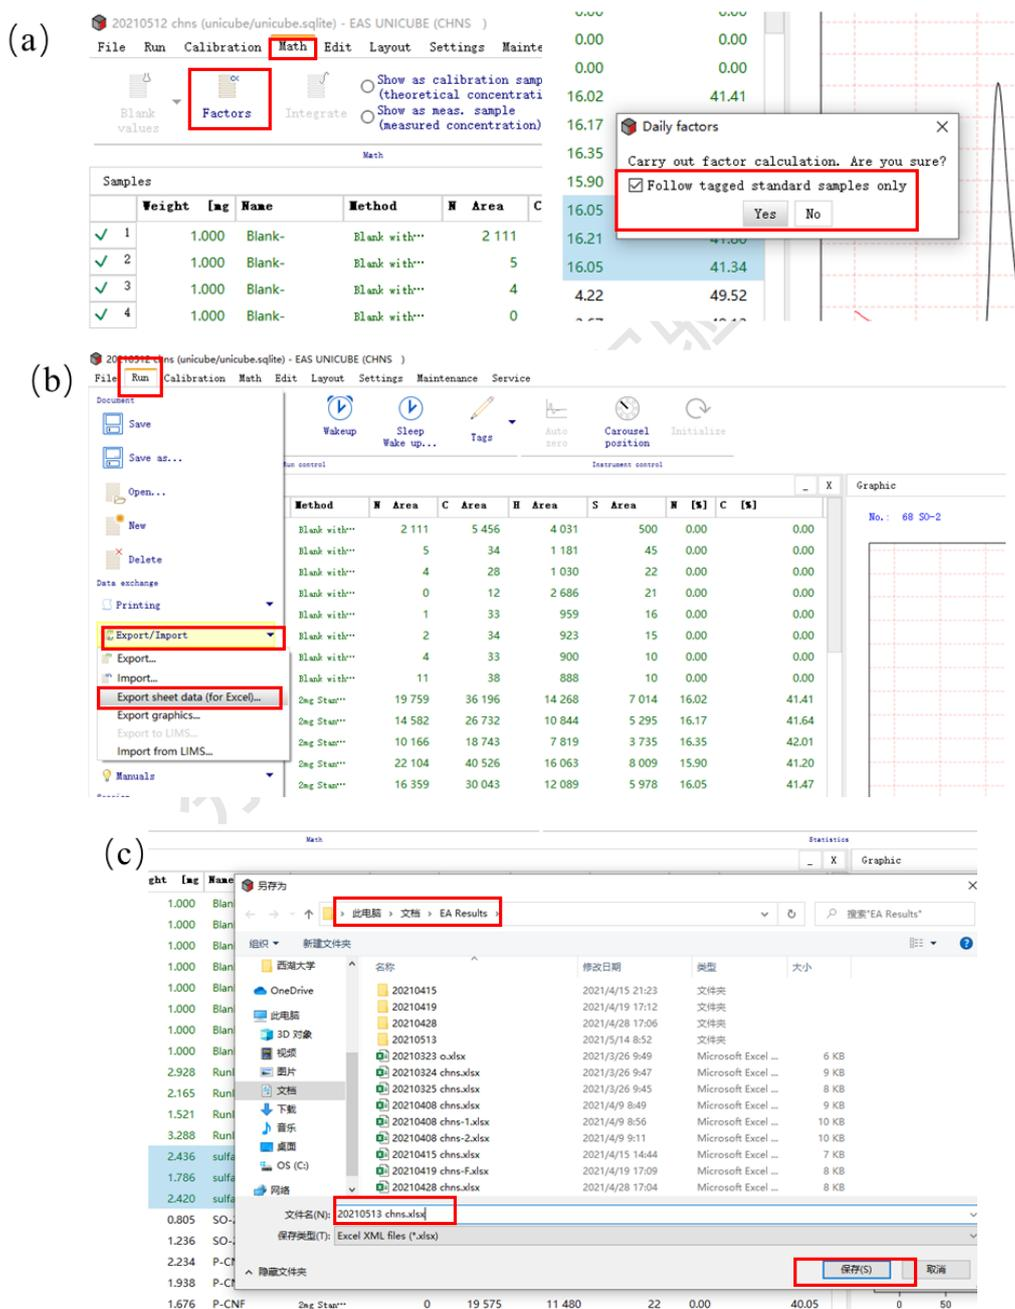

图6-10 导出实验结果
a) 设置校正因子: 如图6-10 (a)所示, 选中三行Sulfanilamide数据后, 点击Math按钮, 选择Factors, 勾选Follow tagged standard samples only, 点击Yes, 得到仪器当日的校正因子;
b) 导出数据: 如图6-10 (b)所示, 依次点击File→Export/Import→Export sheet data (for Excel), 导出Excel数据表。数据存储路径为: 此电脑/文档/EA results, 如图6-10 (c)。